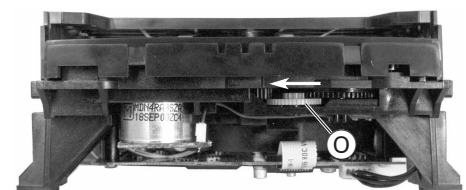

Fig. 8
- Zahnrad **Ⓞ** (Fig. 8) in Pfeilrichtung drehen bis Schublade sich bewegt, dann komplett herausziehen.
- Turn the toothed wheel **Ⓞ** (Fig. 8) in direction of the arrow until the tray moves then pull out the tray.